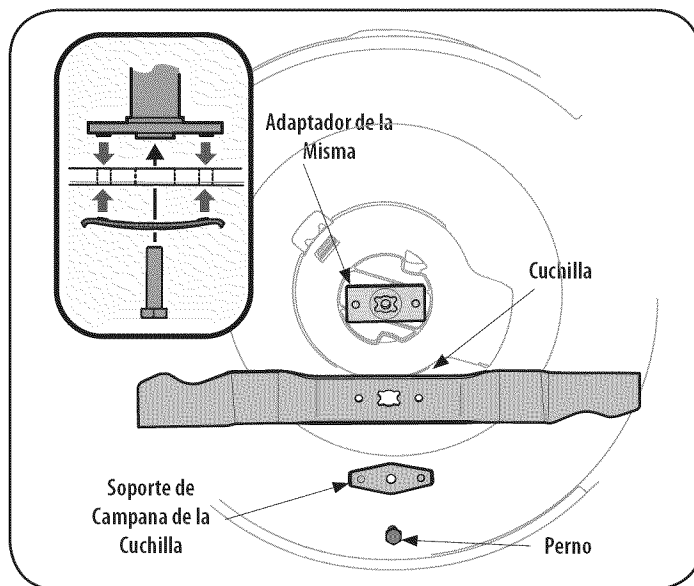

Figura 17
2. Saque el perno y el soporte de campana de la cuchilla que sostiene la cuchilla y el adaptador de la misma al cigüeñal del motor. Vea la Figura 17.
5. Lubrique el cigüeñal del motor y la superficie interna del adaptador de la cuchilla con aceite ligero. Deslice el adaptador de la cuchilla sobre el cigüeñal del motor. Instale la cuchilla en el adaptador con el lado marcado "Grass Side" (o con el número de parte) hacia el piso cuando la cortadora de césped está en posición de funcionamiento. Asegúrese que la cuchilla quede alineada y asentada en las bridas del adaptador. Vea la Figura 17 inserto.